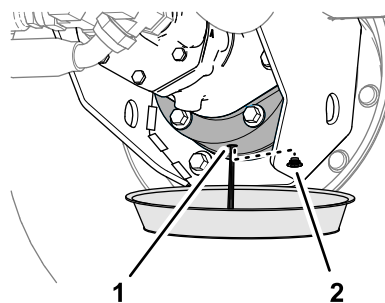

Figure 88
6. Placez un bac de vidange sous le carter de frein, enlevez le bouchon de vidange et vidangez toute l'huile (**Figure 88**).